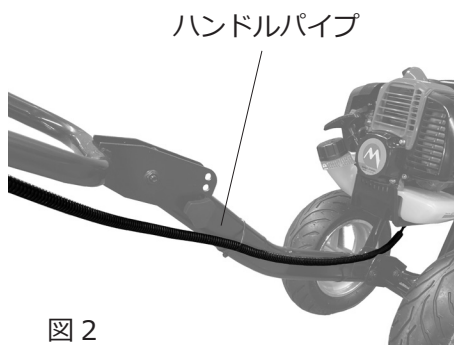

図 2
- ③ エンジン下部を通したら図 2 のようにハンドルの右手側まで通してください。図 3 の通し方は禁止です。